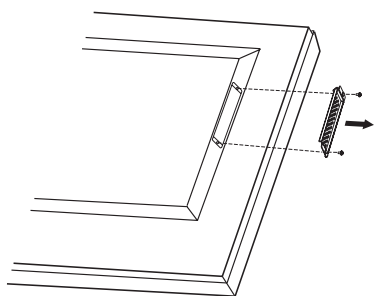

Figura 1
2. Rimuovere la copertura dello slot svitando le viti (Figura 1).